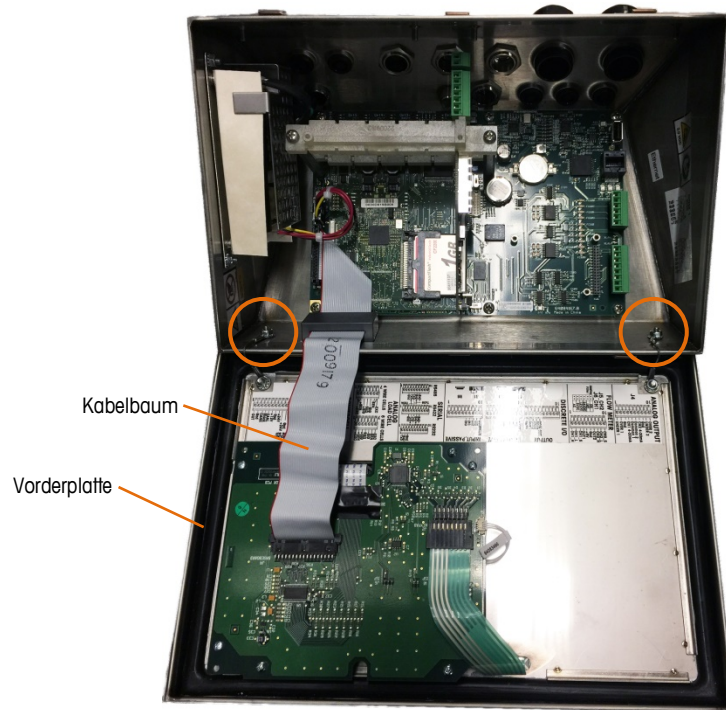

Abbildung 2-9: Offenes Gehäuse für raue Umgebungen, Frontplatte in Originalausrichtung
8. Die beiden Muttern zum Sichern der beiden Metallkabel, mit denen die vordere Abdeckung am hinteren Gehäuse befestigt ist, lösen und abnehmen. Diese sind in Abbildung 2-9 eingekreist.